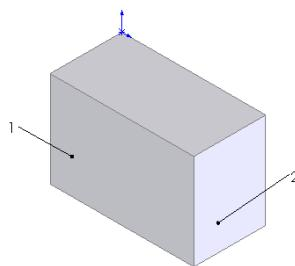
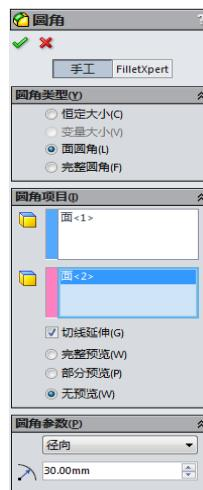

图 3-98 拉伸的图形
图 3-99 “圆角”属性管理器
**04** 设置视图方向。单击“标准视图”工具栏中的“等轴测”图标 $\text{A}$ ，将视图以等轴测方向显示，结果如图 3-98 所示。
**06** 设置属性管理器。在“圆角类型”一栏中，选择“完整圆角”复选框；在“圆角项目”的“边侧面组 1”一栏中，选择图 3-98 中的面 1；在“圆角项目”的“中央面组”一栏中，选择图 3-98 中的面 2；在“圆角项目”的“边侧面组 1”一栏中，选择图 3-98 中的与面 1 对应的背面，其他设置如图 3-99 所示。